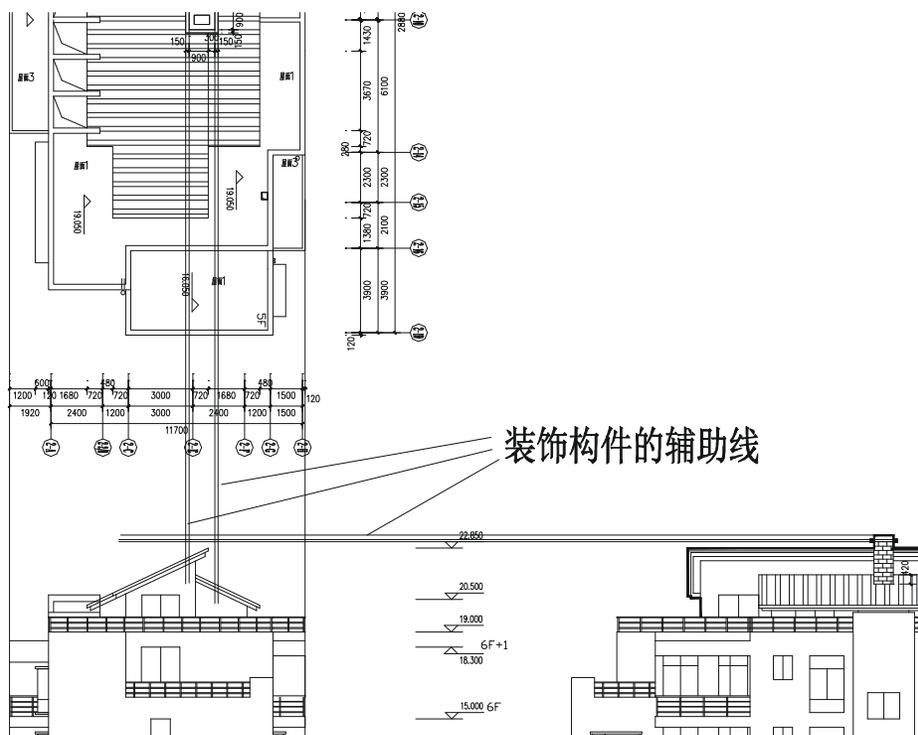
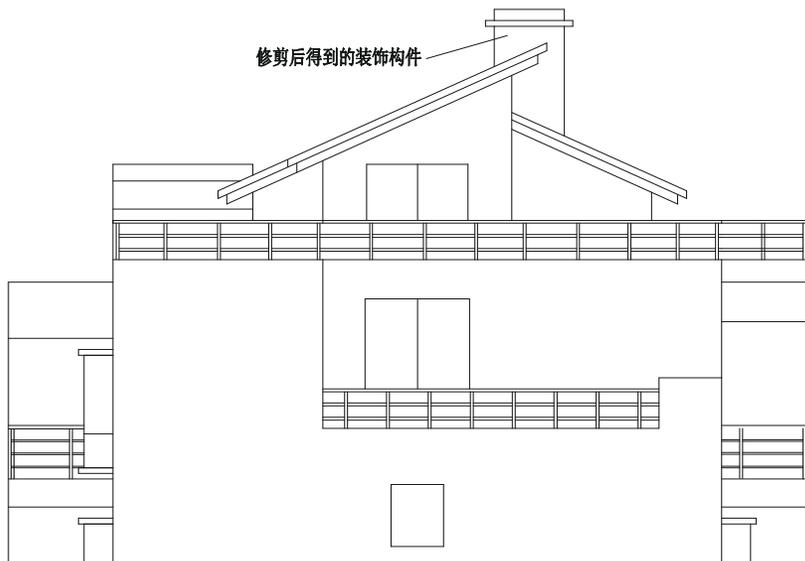

图 12-1-78
图 12-1-79
**STEP 37** 使用绘制直线命令 LINE 并结合捕捉和正交功能,引出屋顶的装饰构件的辅助线,如图 12-1-78 所示。
**STEP 38** 使用修剪命令 TRIM 对如图 12-1-78 所示的屋顶装饰构件的辅助线进行修剪,并使用删除命令 ERASE 删除多余的线段,如图 12-1-79 所示。